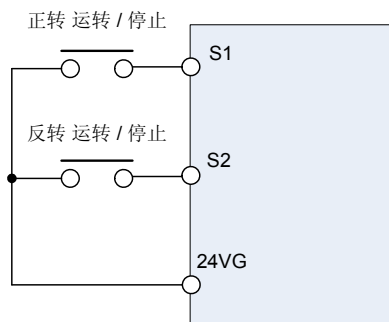

图 4.3.1 2 线式配线范例
(2) 00-03=1 : 通过设定 00-03=1, 使用控制电路端子来执行变频器运转。
(3) 需搭配多功能数字输入功能 (12 : 主副运转切换功能)
- 2 线式控制如图 4.3.1 所示, 若 S1 及 S2 同时为开启, 时间超过 500 毫秒, 会显示警告 " EF9 (闪烁) FWD-REV error " 且变频器会停止。当该状况解除后, 变频器会回复正常操作。